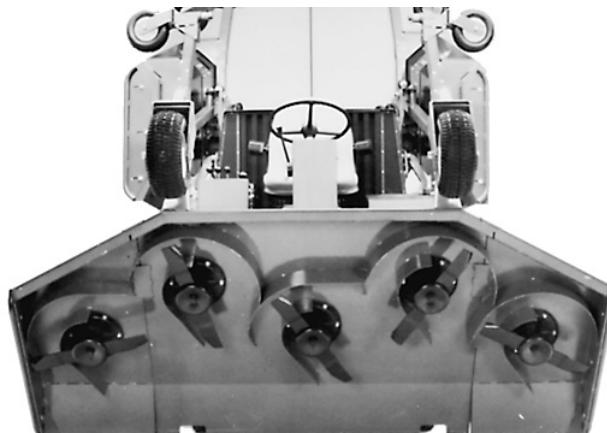
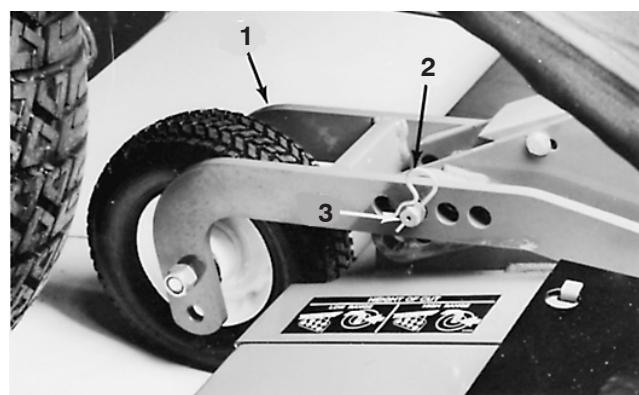

Figure 59
Figure 60
Remarque : Bien que cela ne soit pas nécessaire pour l'entretien courant, il est possible de faire pivoter (incliner) le plateau de coupe avant pour le redresser complètement (Fig. 59). Pour ce faire :
3. Retirez les goupilles fendues et les axes de chape des (2) ensembles pivotants arrière (Fig. 60). Mettez l'axe de chape gauche de côté et insérez l'axe de chape droit dans les trous à l'extrémité avant du bras de roue pivotante, à droite de l'unité (Fig. 59). Le bras pivotant et la goupille doivent être appuyés contre le haut de l'unité.
- Faites-vous aider par au moins une autre personne pour incliner le plateau de coupe. Soulevez le plateau à la position verticale en le tenant par l'avant (Fig. 59).